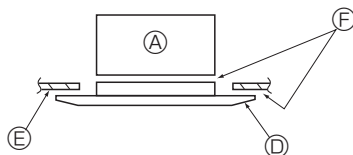

Fig. 10-7
- * Убедитесь в отсутствии зазоров между основным блоком и панелью, а также между панелью и поверхностью потолка. (Fig. 10-7)